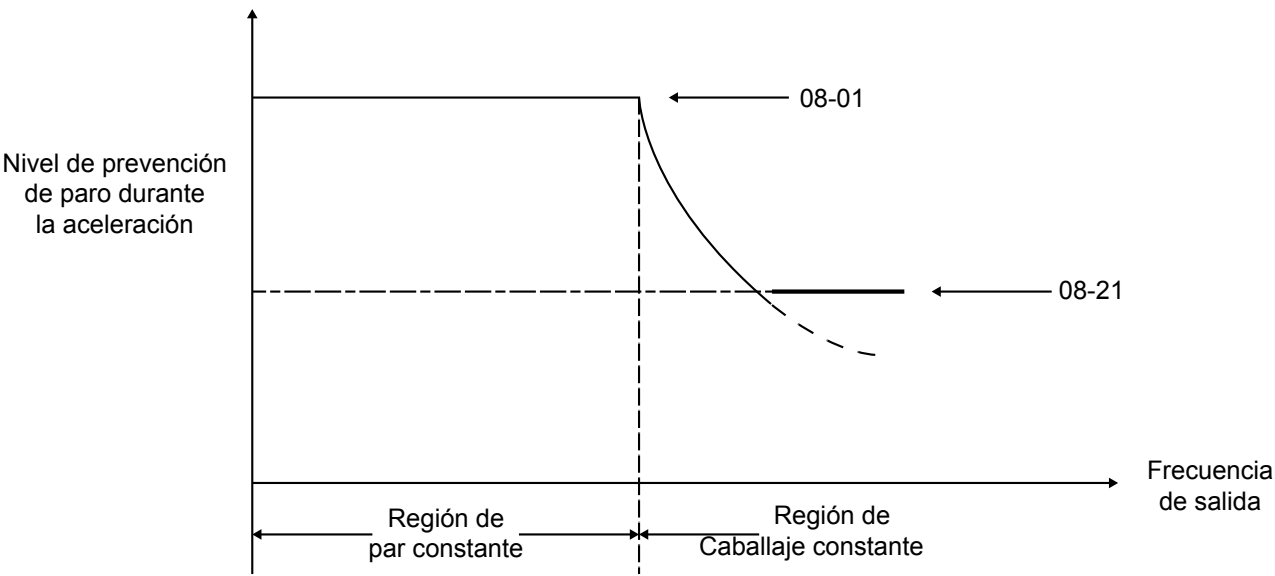

Figura 14.21: Nivel de prevención de paro y límite en aceleración
Si el motor se usa en la región (CH) de potencia constante, el nivel de prevención de paro (08-01) se reduce automáticamente para prevenir el paro, referirse a la Figura 14.21.